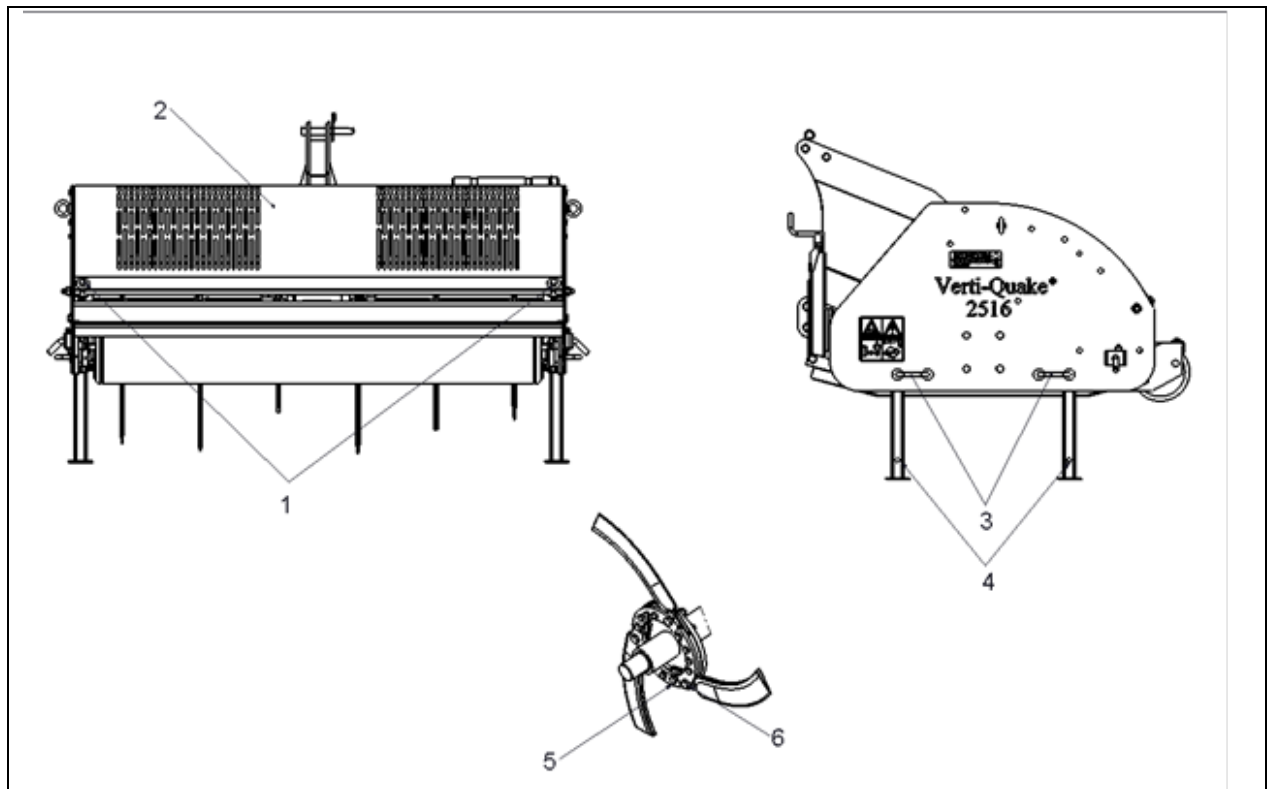

Fig. 7
1. Aprire il pannello di accesso (2) per risolvere i bulloni (1) e il portello di accesso per alzare. (fig. 7)
12. Chiudere il pannello di accesso (2) e certamente questo per mezzo di ruoti bulloni (1). (fig. 7)